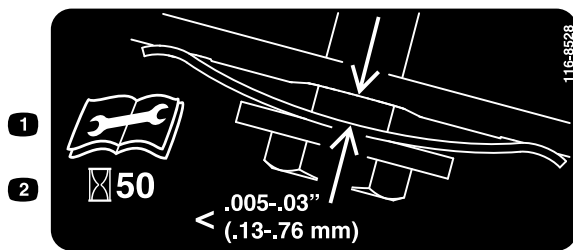

Bild 33
3. Halten Sie eine Fühlerlehre mit einem Abstand von 0,13 mm bis 0,76 mm gegen die Wand und schieben sie nach unten hinter die Riemenspannungsfeder, siehe Bild 33.